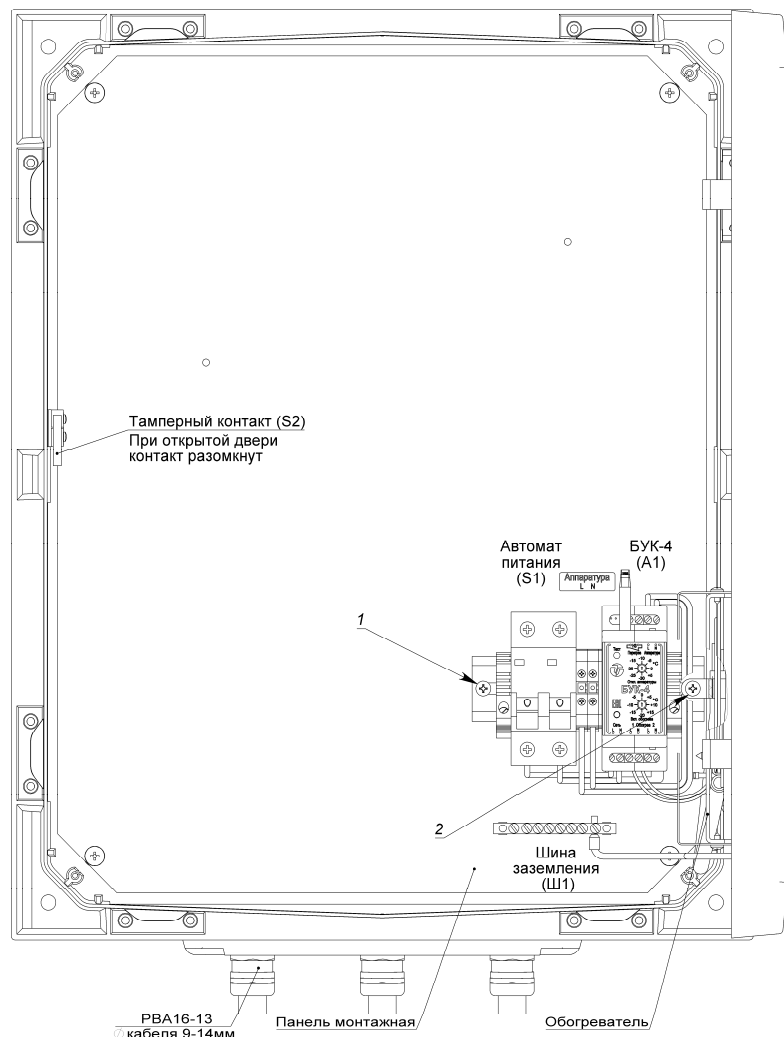

Рис. 1. Устройство термошкафа (дверь открыта на 90°)
Для установки в термошкаф телевизионного (электронного) оборудования необходимо извлечь монтажную плату (рис.1), для чего необходимо:
4. Снять с монтажной платы DIN-рейку с установленными на ней автоматом питания S1, клеммами X1 и блоком управления климатом БУК-4 (А1), выкрутив крепящие DIN-рейку саморезы 1 и 2 (рис.1).
2. Подключить телевизионное (электронное) оборудование к клеммам X1, при этом фазный провод (L) соединить с контактом 1.1, нулевой провод (N) с контактом 2.1.
3. Подключить тамперный контакт S2 (рис.1) к внешнему устройству сигнализации.
5. Подключить кабель питания к входу автомата питания S1, при этом фазный провод (L) соединить с контактом 1, нулевой провод (N) с контактом 3.